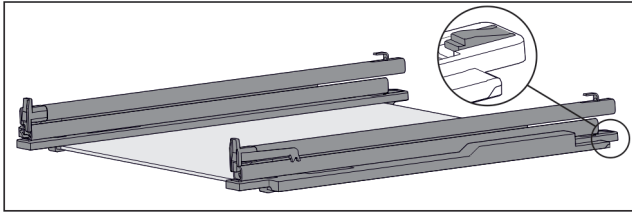

Fig. 197 Üveglap sínekkel és tartóelemekkel
- ▶ Nyomja le hátul a tartóelemet (lásd Fig. 197), közben a sínt tolja hátrafelé.